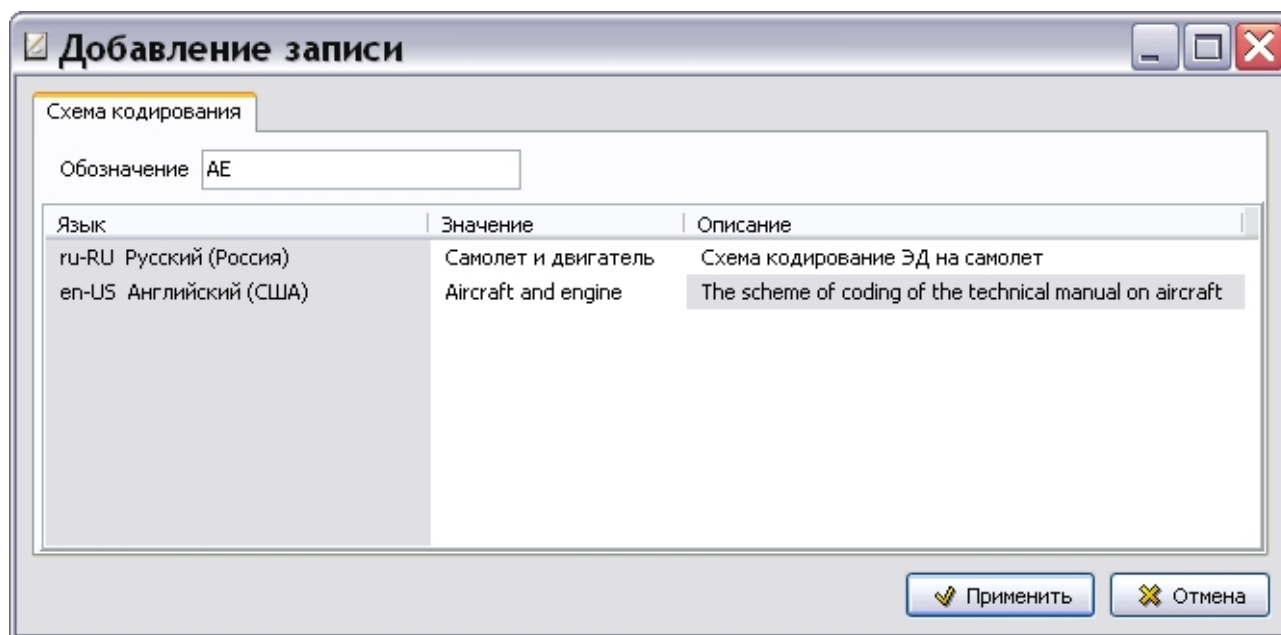

Рис. 2.2
3. В окне **Добавление записи** на вкладке **Схема кодирования** введите в соответствующие поля параметры схемы кодирования (Рис. 2.2):